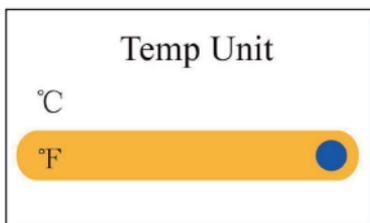

Figura 4.10G Impostazione unità TEMP
- **Unità TEMP:** Per impostare l'unità di misura della temperatura, "°C (Celsius)" e "°F (Fahrenheit)" disponibili, l'impostazione predefinita è su "°C", come mostrato nella figura 4.10G.